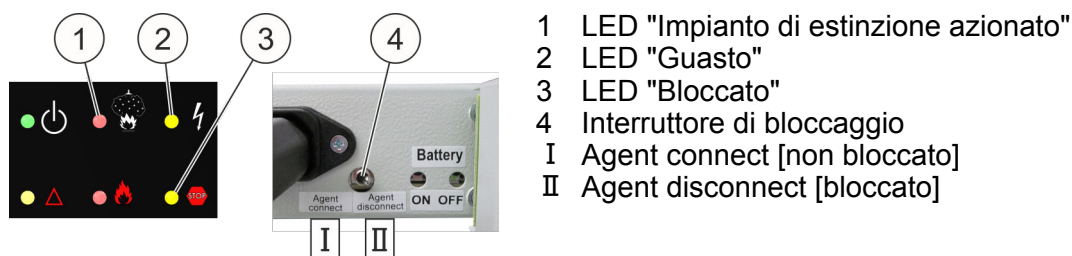

Fig. 58: Bloccaggio
- Prima di un test funzionale bloccare il sistema. A questo scopo commutare l'interruttore di bloccaggio (Fig. 58/4) su "Agent disconnect [bloccato]" (Fig. 58/ II).
- Il LED giallo in alto (Fig. 58/2) s'illumina.
Se un'anta dotata di contattore anta è aperta, s'illumina anche il LED giallo (Fig. 58/3) in basso.
- Prima della rimozione del bloccaggio, assicurarsi che il LED rosso (Fig. 58/1) in alto **non** s'illumini perché altrimenti viene immediatamente avviata la procedura di estinzione.